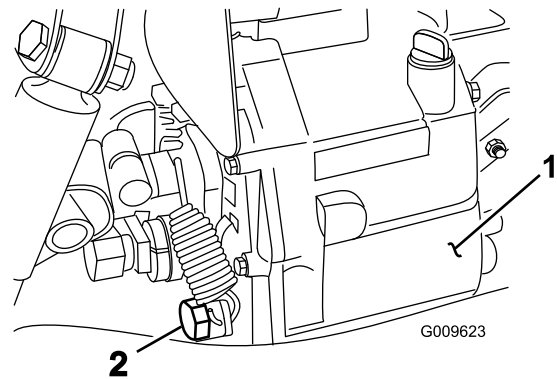

図 68
- 油圧オイルタンクの側面にあるドレンバルブをゆるめ、流れ出すオイルを容器に受ける (図 68)。